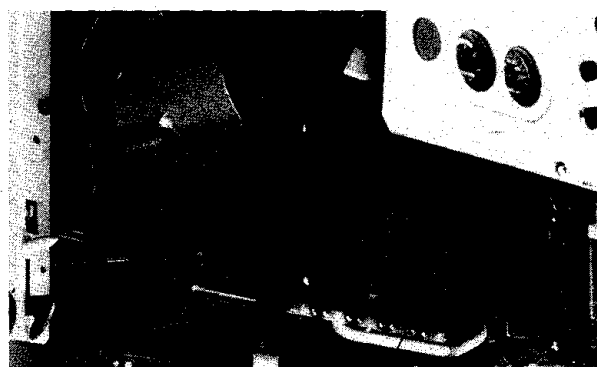

Bild 24
- Abgasrohr anheben, Abgasstutzen mit einem Blech abdecken und Kesseltherme einschalten. In diesem Betriebszustand (Abgasstau) muß sich das Gerät nach max. 120 Sek. abschalten. Diode (239), Bild 24, im Steuergerät leuchtet.